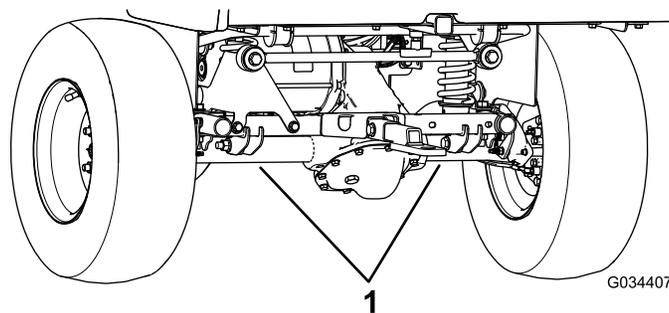

Рисунок 25
- Точка подъема в задней части автомобиля находится под трубами моста (Рисунок 25).